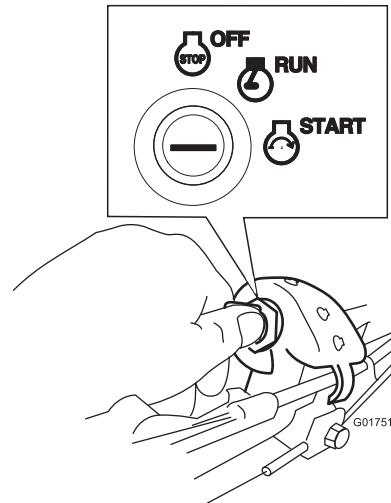

Figura 17
Gire la llave de contacto a la posición de Arranque y manténgala en esa posición (Figura 17); cuando el motor arranque, suelte la llave.
- Gire la llave de contacto a la posición de Marcha (Figura 17).